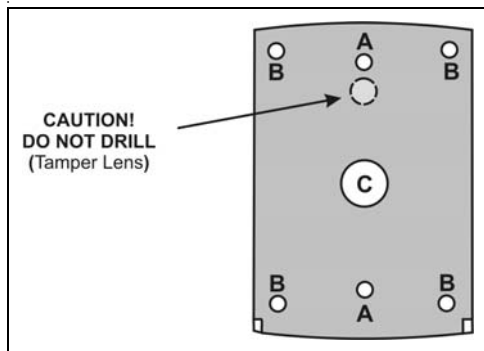

Figura 2: Identificación de los Orificios a Practicar
- 2) Practique los orificios necesarios en la cubierta anterior siguiendo la plantilla de perforación adecuada a su tipo de montaje: pared o caja de fusibles. Ver Figura 2 para más detalles. Si se trata de montaje en caja de fusibles, practique dos agujeros, marcados como "A". Si se trata de montaje en superficie lisa, practique cuatro agujeros, marcados como "B".